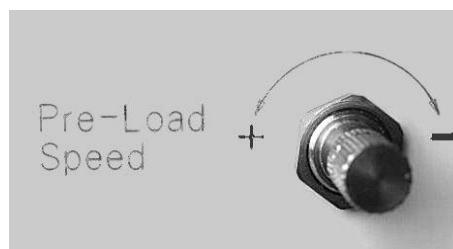

Abb. 10.02
- Loslassen des linken Fußpedals und das Gesenk schließt auf dem Crimpkontakt. Die Geschwindigkeit der Vorverpressung kann mit der Drossel „**Pre-Load Speed**“ (Abb. 10.02) eingestellt werden.